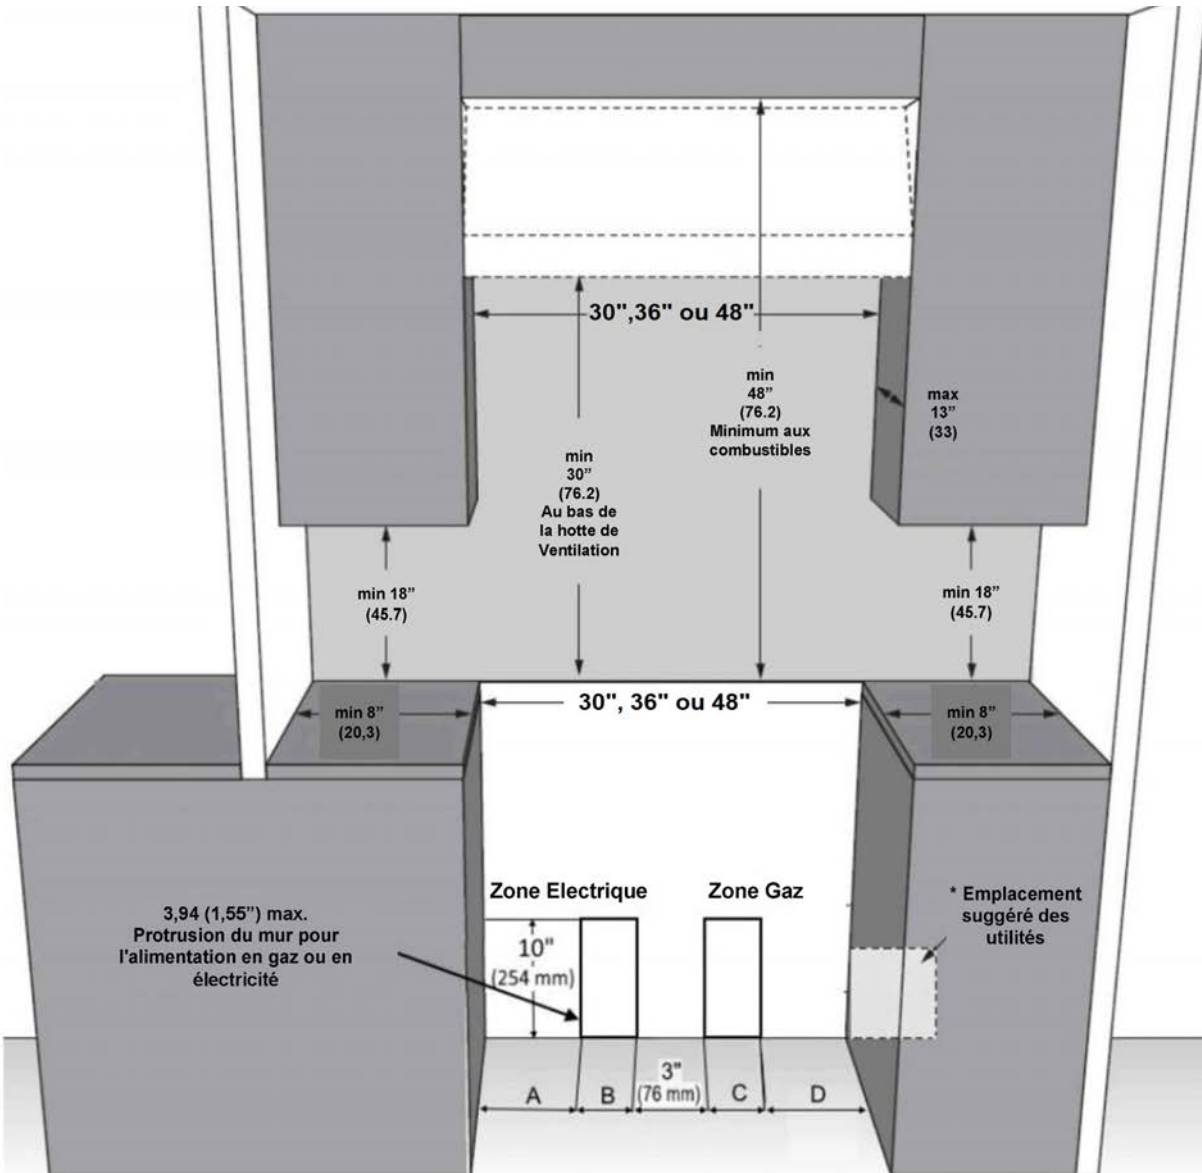

Figure 1
**REMARQUE IMPORTANTE: Lors de l'installation contre une surface combustible, une colonne montante minimale est requise pour la cuisinière. Respectez tous les dégagements minimaux par rapport aux surfaces combustibles indiquées dans l'illustration des pages précédentes. La cuisinière est une unité autonome. Si l'unité doit être placée à côté des armoires, les dégagements illustrés à la figure 1 sont nécessaires. Les mêmes dégagements s'appliquent aux installations en îlot, à l'exception des armoires suspendues, qui doivent disposer d'un espace suffisamment large pour accueillir la hotte à îlot brûleur.**
- L'alimentation en gaz et en électricité doit se situer dans les zones illustrées à la Figure 1 (voir page 9).